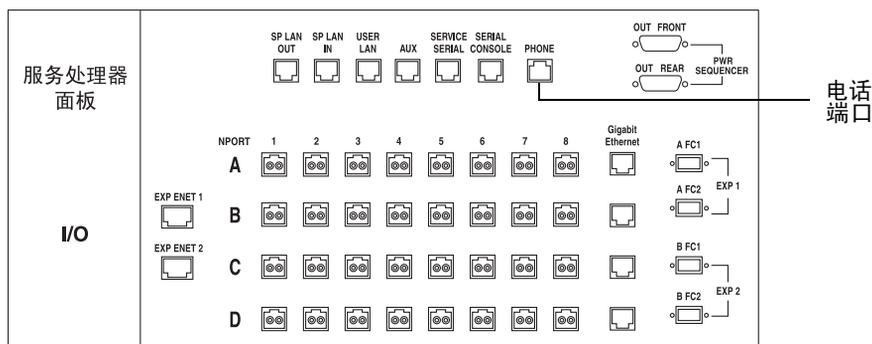

图 2-22 连接 Remote Response 服务
1. 连接一条具有拨出和拨入功能的专用模拟电话线。将电话线连至基本机箱服务面板上的电话端口（图 2-22）。